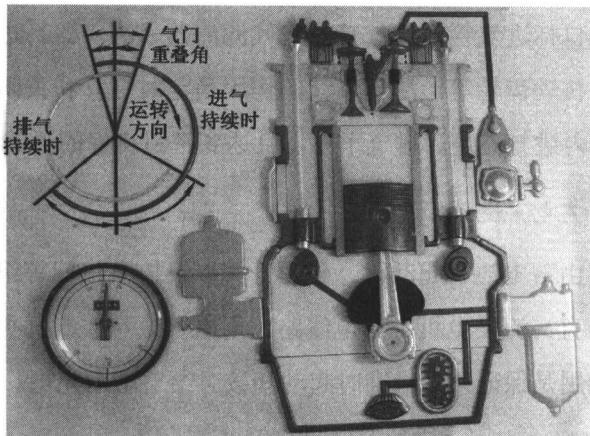

图 1-5 活塞在下止点的位置
② 下止点：指活塞离曲轴中心最近的位置，如图 1-5 所示。